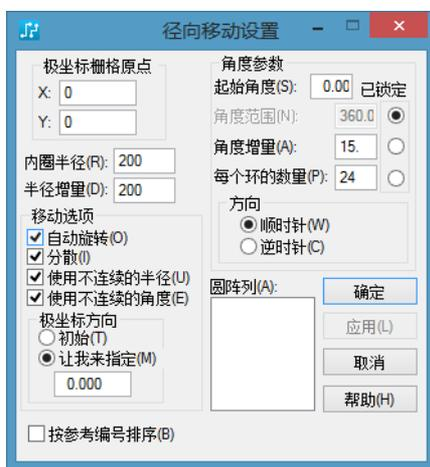

图 10-21 “径向移动设置”窗口
(4) 单击鼠标右键，在弹出的快捷菜单中选择“径向移动设置”命令，弹出如图 10-21 所示的窗口，通过该窗口可以设置极坐标栅格的原点、极角和极径。